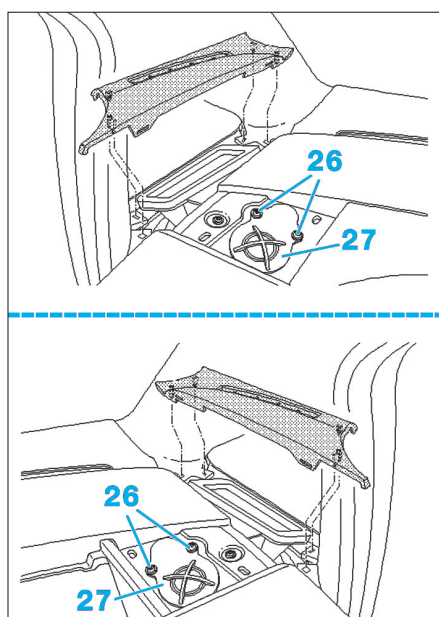

Fig. 18
• De chaque côté, déposer les vis (26) et déposer les haut-parleurs (27) (Fig.18).